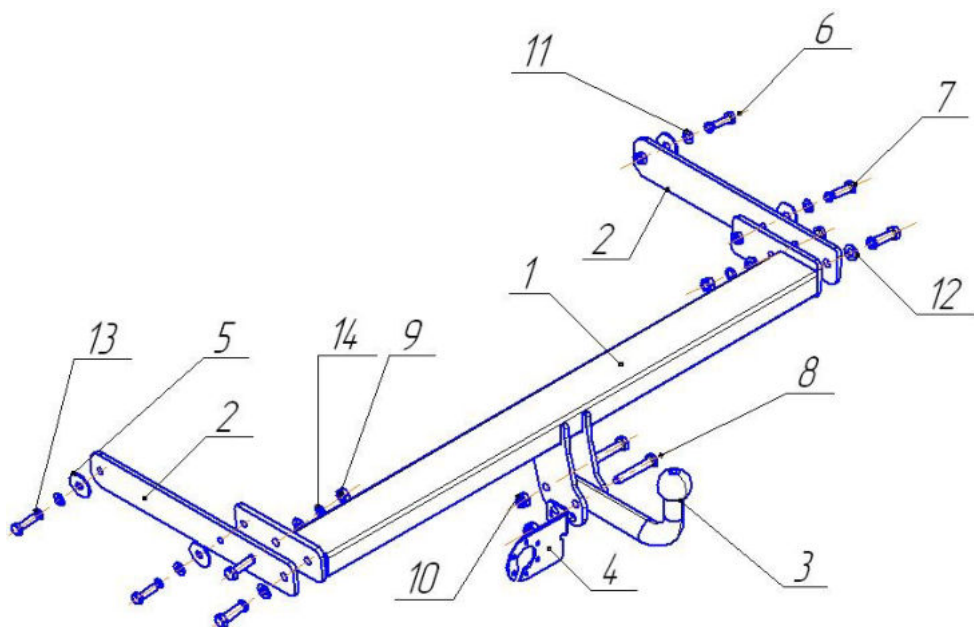

Рис.1 Установка на автомобиль
- Вставить кронштейны поз.2 (Рис.1) во внутренние полости лонжеронов автомобиля и наживить их на болты М10 поз.6 (крепеж не затягивать!);